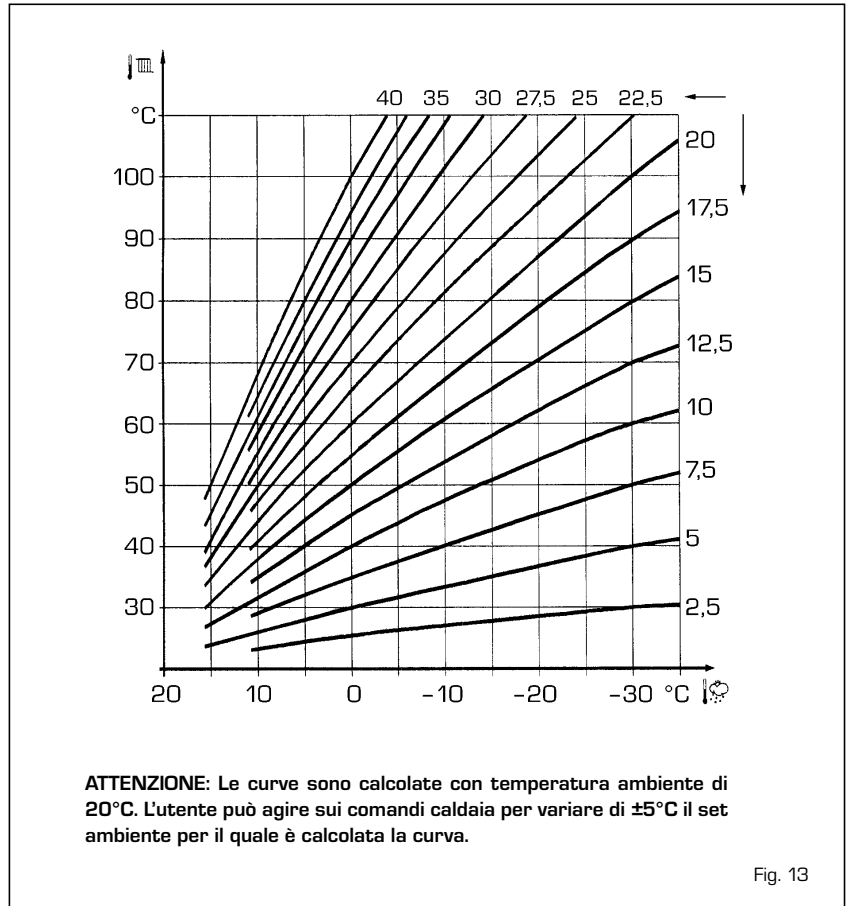

Fig. 13
3.4 SONDA ESTERNA COLLEGATA (fig. 13)
La curva climatica da impostare è selezionabile da un valore 3 e 40 (a step di 1). Aumentando la pendenza rappresentata dalle curve di fig. 13 si incrementa la temperatura di mandata impianto in corrispondenza alla temperatura esterna.